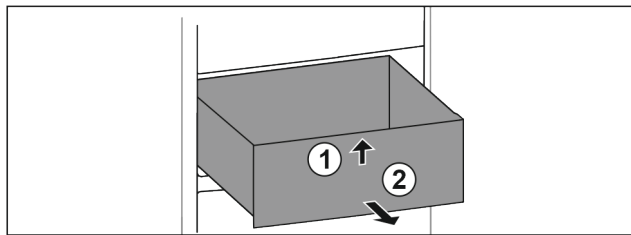

Fig. 120
- ▶ Predal spredaj dvignite. Fig. 120 (1)
- ▶ Predal vzemite ven v smeri naprej. Fig. 120 (2)